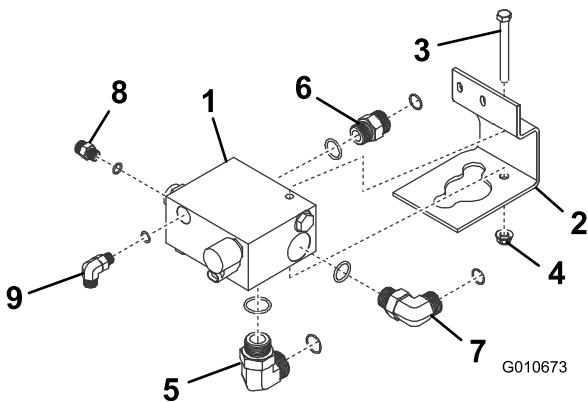

Figura 1
3. Montate e orientate i raccordi sul collettore del ripartitore di flusso (Figura 1) nel modo seguente:
- B. Inserite il raccordo a 90 gradi grande sotto il collettore del ripartitore di flusso (Figura 1, riferimento 5). Posizionate il raccordo come illustrato; accertatevi che il dado di supporto sia in posizione completamente retratta. Non serrate ancora gli elementi.
- C. Inserite il raccordo diritto grande dietro il collettore del ripartitore di flusso (Figura 1, riferimento 6). Serrate il raccordo a una coppia di 110-118 Nm.
- D. Inserite il raccordo a 90 gradi medio nel lato sinistro del collettore del ripartitore di flusso (Figura 1, riferimento 7). Posizionate il raccordo come illustrato, con il dado di supporto in posizione completamente retratta. Non serrate ancora gli elementi.
- E. Inserite il raccordo diritto piccolo nel lato destro del collettore del ripartitore di flusso (Figura 1, riferimento 8). Serrate il raccordo a una coppia di 110-118 Nm.
- F. Inserite il raccordo a 90 gradi piccolo sul lato anteriore del collettore del ripartitore di flusso (Figura 1, riferimento 9). Posizionate il raccordo come illustrato, con il dado di supporto in posizione completamente retratta. Non serrate ancora gli elementi.